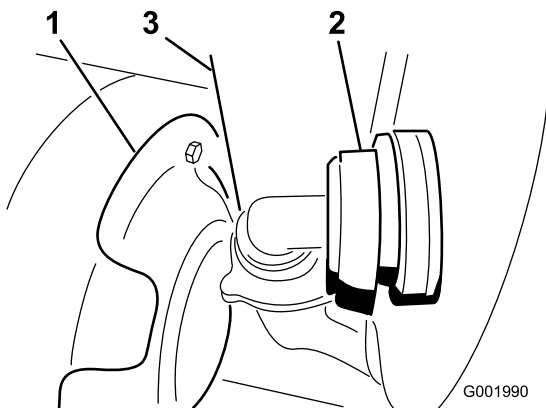

Figure 53
3. Débranchez le flexible situé sur la face avant inférieure de la cuve (Figure 53).
Remarque: Il faudra éventuellement pousser le déflecteur de chaleur (Figure 53) en arrière pour déposer le couvercle.
7. Branchez le flexible à l'avant de la cuve (Figure 53).